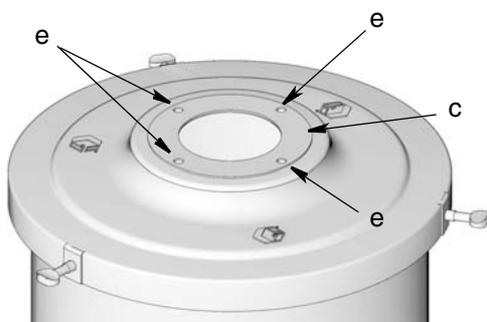

Рис. 7
- Убедитесь, что прокладка (с) находится на своем месте в верхней части крышки резервуара с прилеганием по всей плоскости, и что отверстия (е) в прокладке совмещены с отверстиями в крышке (Рис. 7).